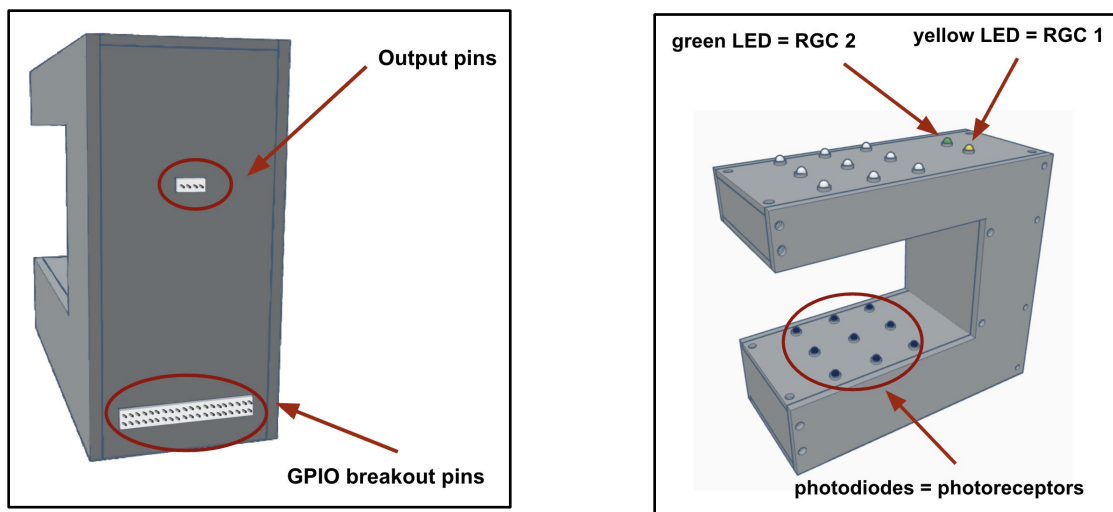
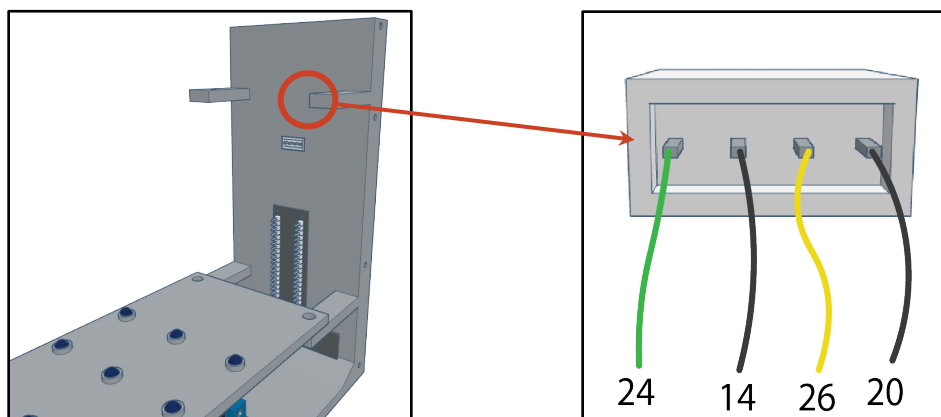

图 10：组装完成的 RetINaBox 外壳
图 17：将 3.3V RGC 输出引脚连接到 GPIO（请注意：连接示意图中未显示该插座）
这里（参见图 10）我们从几个角度展示组装完成的 RetINaBox
- 将组装好的连接器放置在 P1 的中间孔位，如图 17 所示。针脚被插座盖住的一侧应面向外壳内部。也就是说，插座朝内，金属针脚朝外。插座应紧密贴合在外壳孔内。
- 在 RetINaBox 外壳内部，将套件中的导线连接到插座内部的四个针脚上（参见图 17）。
- 使用母对母（F-F）杜邦线将这些导线依次串联（使用电工胶带固定连接），并将另一端连接到树莓派 Raspberry Pi GPIO 上的对应引脚（接线逻辑如图 17 所示）。
- b. 按照图 19 所示连接各组件。首先，将连接器预压端子线套件中的三根导线连接到对应的输出引脚；然后，再使用母对公（F-M）杜邦线将这些导线依次串联（使用电工胶带固定连接点）。*请注意：蜂鸣器是通过外壳背面方向的输出引脚连接到 GPIO 扩展板的（参见图 10、图 12 和图 17）。在此电路设计下，只有当引脚 24 与引脚 26（分别对应 RGC1 与 RGC2）同时输出 3.3V 时，蜂鸣器才会响。换句话说，蜂鸣器仅在 RGC1 和 RGC2 被共同激活（co-activated）时发声。